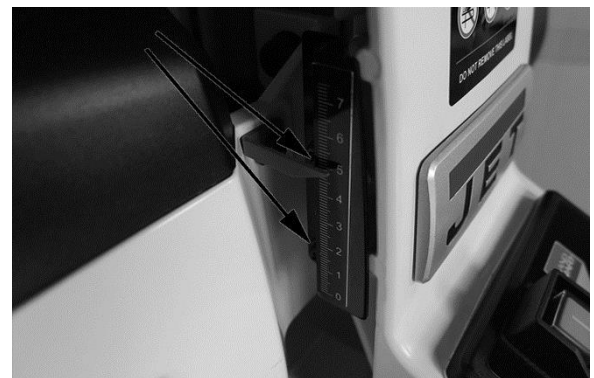

Figure 8-1: Réglage de l'échelle de profondeur
3. A cette position de cylindre, l'aiguille de l'échelle de profondeur doit être alignée sur le zéro de l'échelle. Si ce n'est pas le cas, desserrez deux vis (Figure 8-1) et montez ou descendez l'échelle jusqu'à ce que l'aiguille soit alignée sur le zéro.